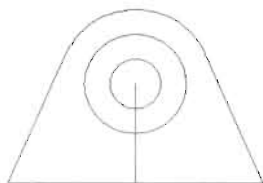

图 15-74
(4) 在命令行中输入 Trim 命令,或者单击“修改”工具栏中的“修剪”按钮,将半径为 15 的圆在两条切线之间的部分剪掉,如图 15-74 所示,命令执行过程如下。